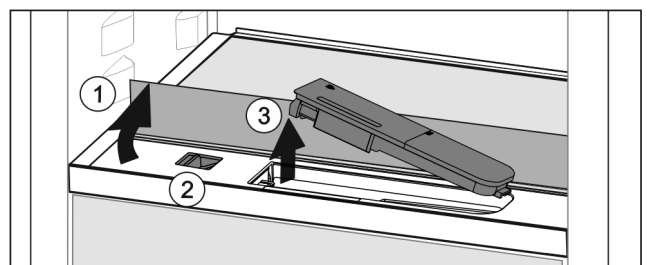

Fig. 152
- ▶ Glasplatte anheben und bis zum Anschlag nach hinten klappen *Fig. 152 (1)*.
- ▶ Schieber *Fig. 152 (2)* nach links schieben.
- ▶ Wassertank entnehmen *Fig. 152 (3)*.